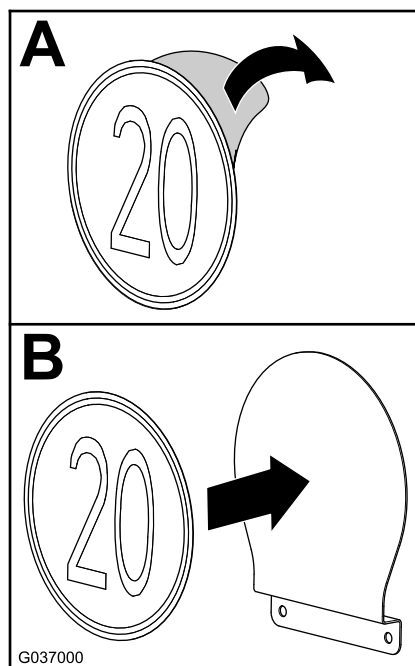

Figura 13
- Retire la parte posterior de la pegatina de velocidad (A en la Figura 13).
- Alinee la pegatina con la señal de velocidad, tal y como se muestra en la sección B de la Figura 13.